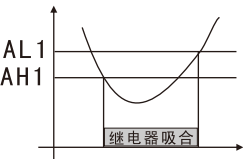

图2
- c) 设定AH1 < AL1，当测量值 $\leq$ AH1时，继电器吸合；当测量值 $\geq$ AL1时继电器释放；继电器动作情况见图2，常用于下限报警。